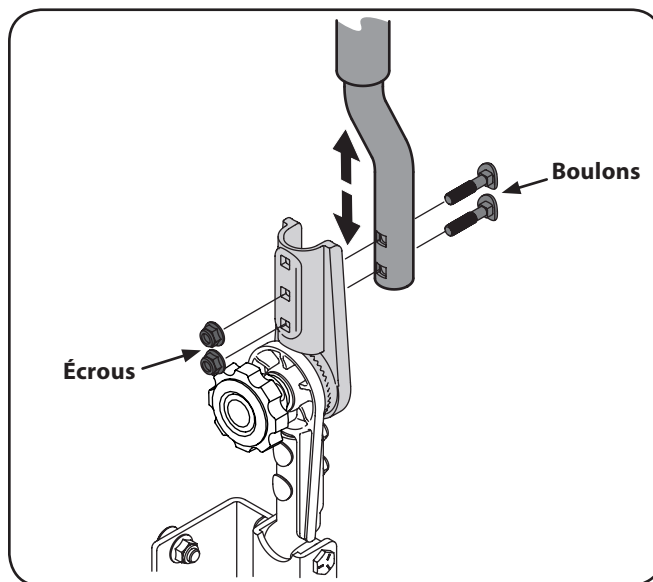

Figure 3-7
- Retirez les écrous autobloquants à bride des boulons de carrosserie qui fixent les barres de conduite. Voir Figure 3-7.